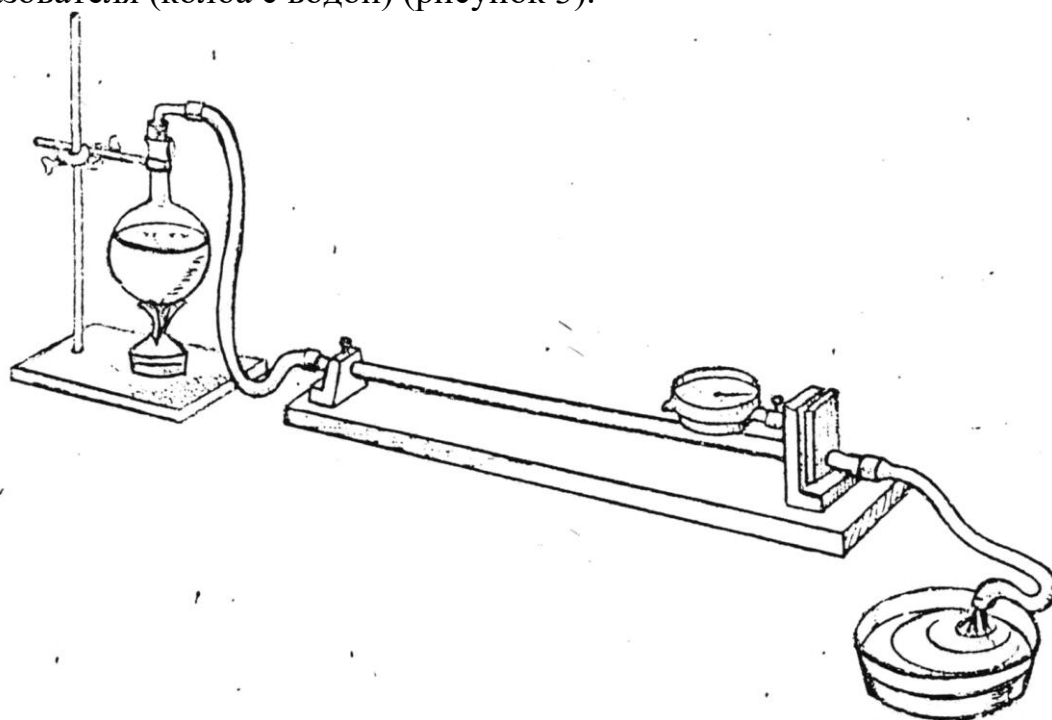

Рисунок 3 – Общий вид установки для определения коэффициента линейного теплового расширения
3.9 Надеть на левый конец испытуемого стержня резиновую трубку от парообразователя (колба с водой) (рисунок 3).